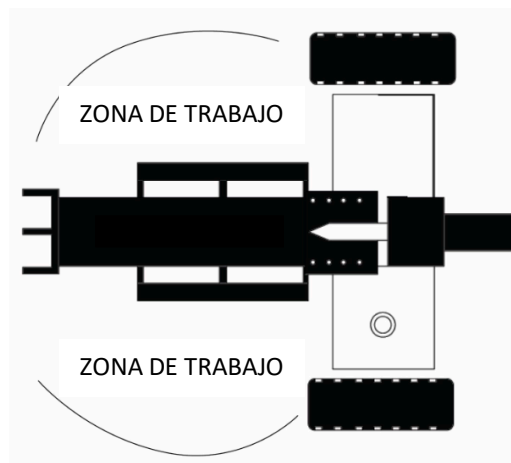

Figura 2
1. Antes de comenzar a trabajar con su astilladora de leña, asegúrese de que ninguna otra persona, especialmente niños, se encuentran dentro de la zona de trabajo (ver figura 2)